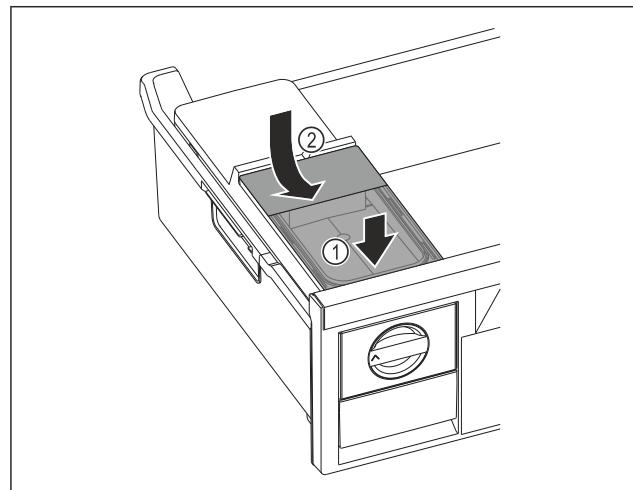

Fig. 157
- Rezervoar za vodo namestite spredaj. Fig. 157 (1)
- Zadaj rezervoar za vodo spustite. Fig. 157 (2)